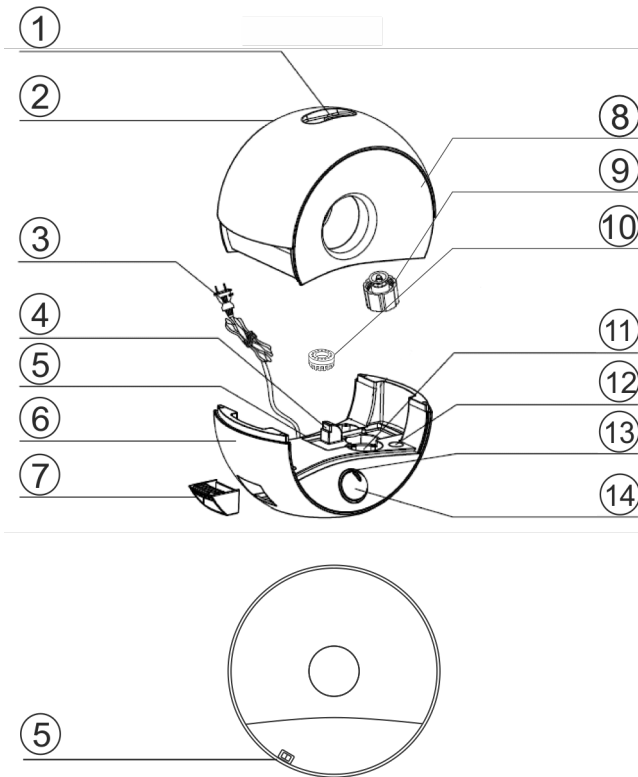

Рис. 1
2. Открутите крышку резервуара(9)против часовой стрелки (см. рис.1).
4. Закрутите крышку резервуара (9) по часовой стрелке. Убедитесь в плотной фиксации крышки резервуара.
Для включения/ выключения ионизатора и подсветки воды нажмите соответствующую кнопку (5). (см. рис. 1)